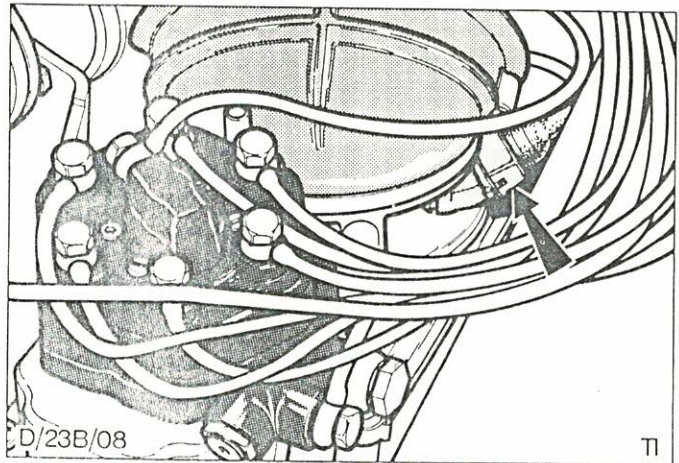

Abb.77 Stecker Sicherheitsschalter - Stauscheibe
- a) Stecker am Sicherheitsschalter - Stauscheibe montieren, Abb.77.
- a) Stecker vom Sicherheitsschalter - Stauscheibe, Abb.77 abziehen und Zündung einschalten. Die Kraftstoffpumpe sollte jetzt fördern.